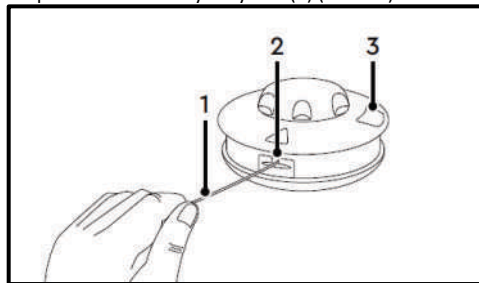

Рис. 21
- Введіть кінчик ліски (1) в отвір (2) котушки (3) та протягніть її крізь котушку наскрізь так, щоб косильна ліска (1) вийшла з отвору (2) з протилежного боку котушки (3) (Рис. 21).